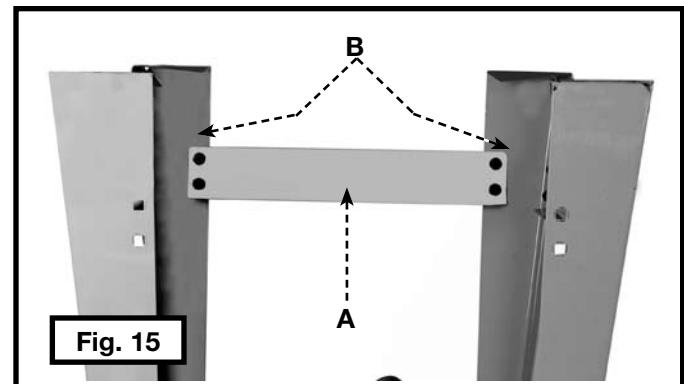

Fig. 15
19. Aligner les quatre trous de la traverse longue (A) fig. 15, avec ceux des deux pattes (B).